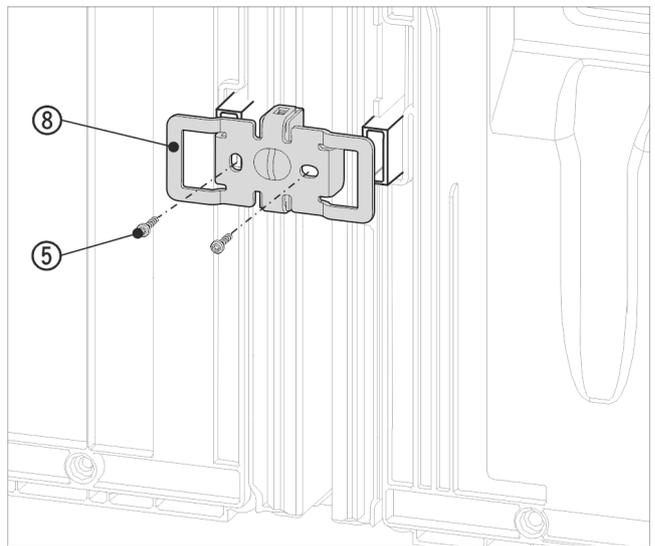

Fig. 16 例图
- ▶ 使用凹槽重新将角 Fig. 16 (8) 推入壁距调整垫片的插槽上方。
- ▶ 使用两颗螺栓 Fig. 16 (5) 拧紧固定。